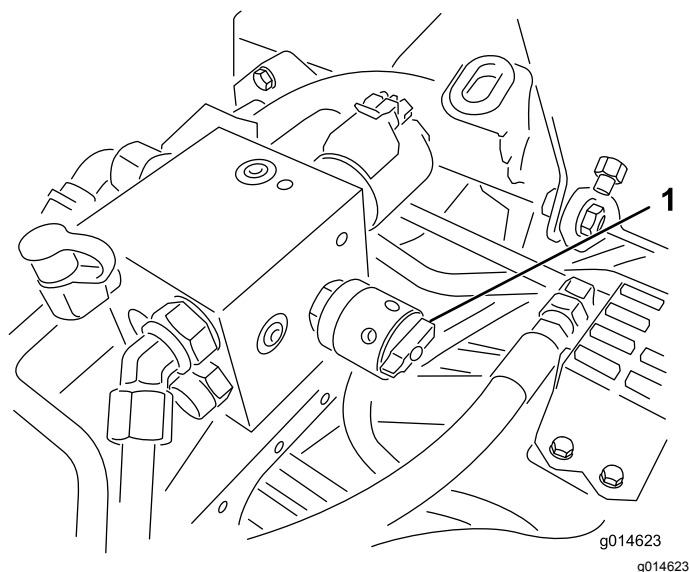

Figure 53
6. Tournez la commande de vitesse des cylindres à la position **1** (**Figure 53**).